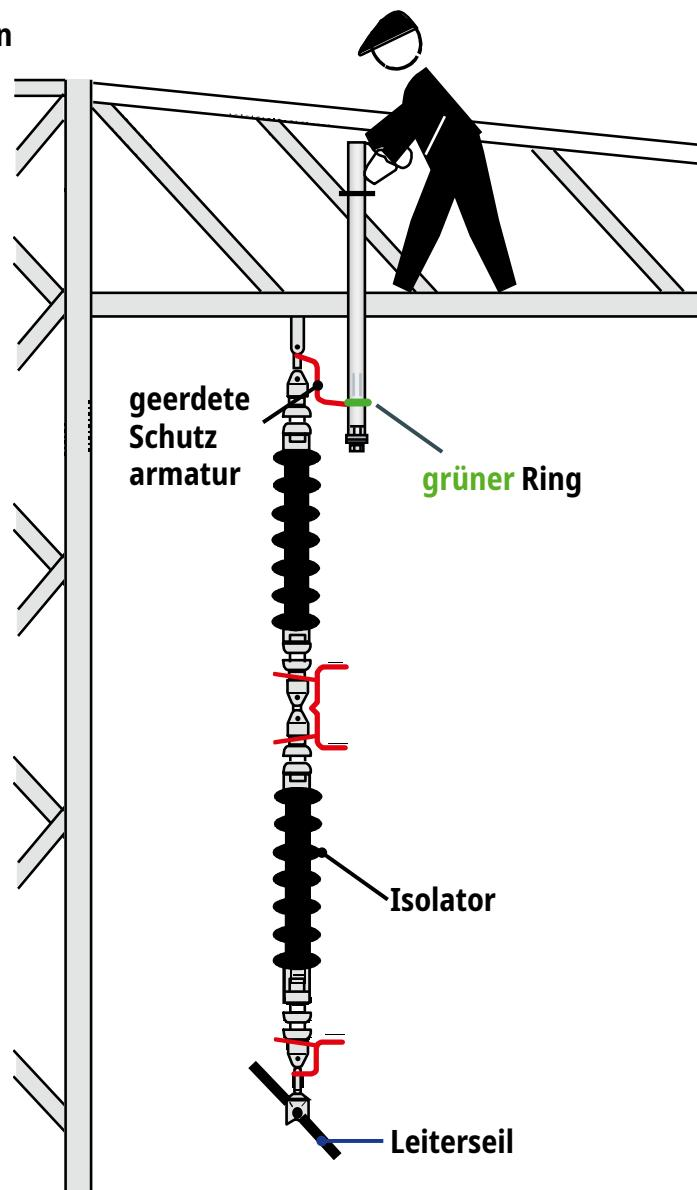

Bild 6 Anwendungsbeispiel, Masttraverse (ohne Verlängerungen)
- ⇒ Die Gebrauchslage kann beliebig gewählt werden siehe Bild 6, Seite 12.
- ⇒ Zur Prüfung auf Spannungsfreiheit wird der Hochspannungsanzeiger mit seinem grünen Ring an die geerdete Schutzarmatur des Isolators gelegt, daß der Arbeitskopf des Hochspannungsanzeigers, wie z. B. in Bild 6 dargestellt, in Richtung des zu prüfenden, am anderen Isolatorende befestigten Leiterseiles zeigt (Gerätelängsachse parallel zur Isolatorlängsachse). Steht der Leiter unter Spannung, so erhöht sich die intermittierende Anzeige/Meldung des optischen und akustischen Signals (Faktor 10).
- ☞ Das auf den Spannungszustand zu prüfende Anlagenteil ist mit dem Arbeitskopf anzupielen (Bild 6).